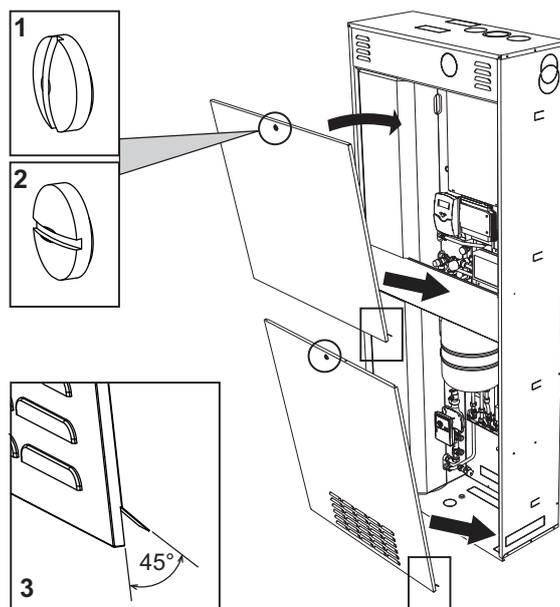

fig. 62 - Apertura mantello
1. Con una moneta o un cacciavite agire sulla serratura (1 = chiuso - 2 = Aperto - fig. 62).
3. Quando si richiude il portellone, verificando che le linguette inferiori siano in posizione corretta (rif. 3 - fig. 62) e si incastrino nelle apposite sedi sull'involucro.